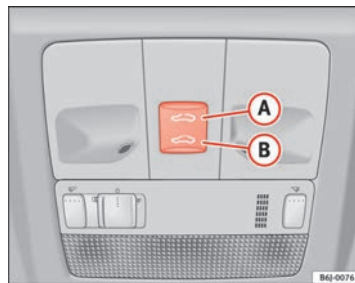

Fig. 52 Tettuccio panoramico / sollevabile
- Premere e tener premuto il pulsante **(B)** ⇒ fig. 52 ⇒ **(A)**: il tettuccio compie il movimento di chiusura fino che si rilascia il pulsante.